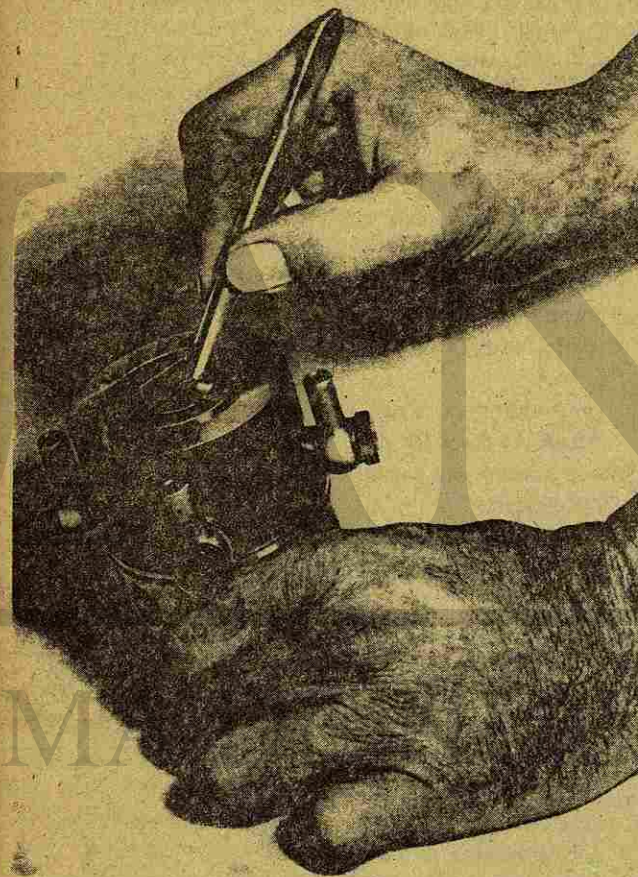

Fig. 28 Desmontaje de las palas de la bomba de trasiego
- 12. Quite las palas de la bomba de trasiego de las ranuras del rotor (Fig. 28) y retire la excéntrica de la bomba de trasiego.